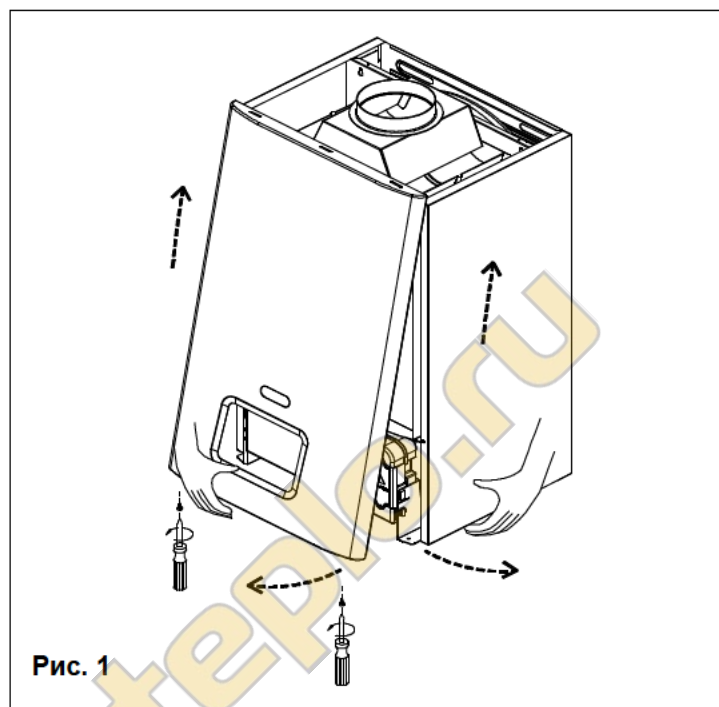

Рис. 1
- а. Открутите фиксирующие винты (см. рис. 1).
- Снимите переднюю панель (рис. 1).
- Откройте сливной кран системы (см. рис. 1).
- Если слив необходим только для котла, закройте подающие/обратные запорные краны в контуре отопления и откройте сливной кран, расположенный в нижней части котла на насосе (см. рис. 1).